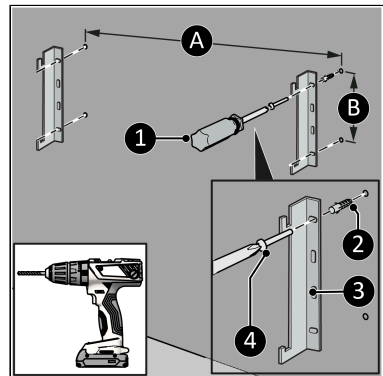

Abbildung 42.
4. Bohren Sie vier Löcher für die Halterungen, wobei sich die zwei unteren Löcher mindestens 125 mm über dem Boden befinden. Der Abstand zwischen den vertikalen Löchern (Abbildung 42, pos. B) beträgt 105 mm. Der Abstand zwischen den horizontalen Löchern beträgt ungefähr (Abbildung 42, pos. A und B)*:
5. Platzieren Sie die Wanddübel (Abbildung 42, pos. 2).
6. Schrauben Sie eine linke und eine rechte Halterung (Abbildung 42, pos. 3) an die Wand mit einer großen Schraube (Abbildung 42, pos. 4) mit einem Kreuzschlitzschraubendreher (Abbildung 42, pos. 1).